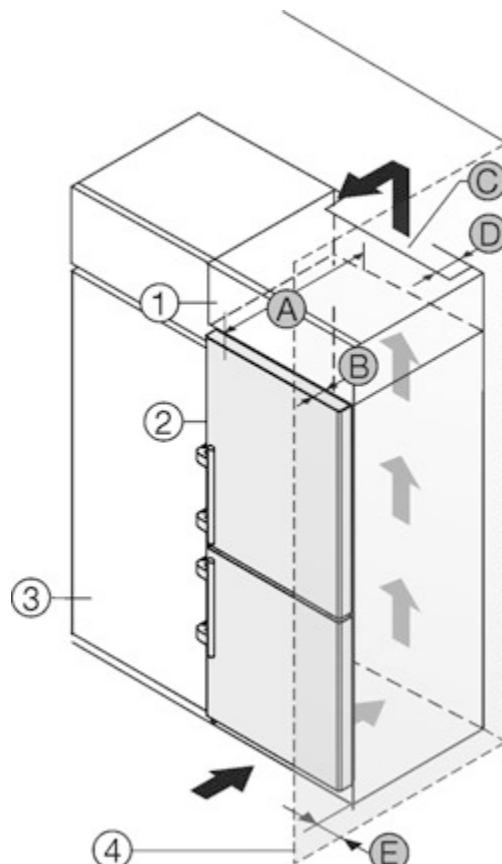

Fig. 2
Ви можете встановити пристрій безпосередньо поряд із кухонною шафою Fig. 2 (3).\*
Зі зворотного боку шафи для встановлення на пристрой слід передбачити вентиляційну шафу завглишки Fig. 2 (D) на всю ширину цієї шафи.\*
Слід дотримуватись вентиляційного отвору Fig. 2 (C) в стелі приміщення.\*
Якщо пристрій із шарнірами встановлюється поряд зі стіною Fig. 2 (4), відстань між пристроєм та стіною повинна бути не менше 57 мм. Це відповідає необхідній відстані для ручки після відкривання дверцят.\*
Щоб мати можливість повністю відкривати дверцята, потрібно, щоб пристрій виступав на відстань глибини дверцят Fig. 2 (B) відносно передньої панелі кухонної шафи. Залежно від глибини кухонних шаф Fig. 2 (3) та використання пристінних розпірок пристрій може ще більше виступати вперед.\*